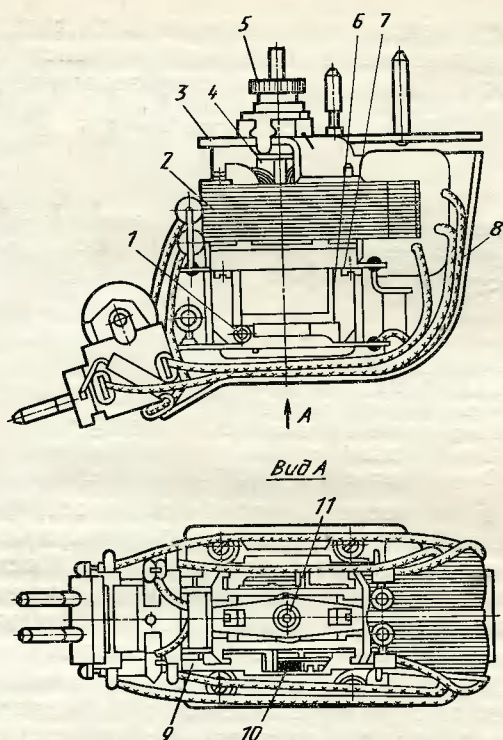

Рис. 10. Электродвигатель бритвы «Уфа»:
Двигатель электробритвы коллекторного типа состоит из статора 2 (рис. 10) с катушками и якоря, угольных щеток 10 типа ЭГ-17, бронзографитовых под-
корпуса. Снять центральную шестерню 8. Извлечь электродвигатель из корпуса, снять шильдик и отогнуть экран 8 (см. рис. 10).
*При включении бритвы в сеть двигатель гудит, но не работает.* Сначала проверить легкость вращения якоря 4 (см. рис. 10), для чего ослабить пружину 1 со щеток путем вывода усика пружины из-под плоскости щеткодержателей 9 и раскрутить от руки резкими движениями якорь через шестерню 5. Если при этом якорь туго вращается, ослабить два винта 7, скрепляющих колодку щеточного узла с платой 3, на осях которой находятся шестерни, приводящие в движение ножи. При этом следует обращать внимание на то, чтобы якорь не касался железа статорного пакета.